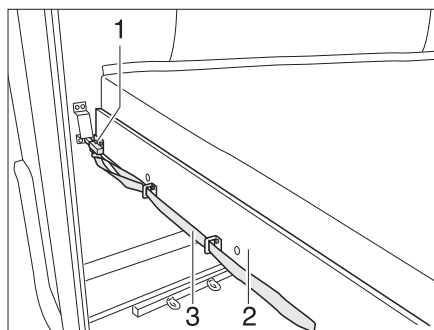

Fig. 112 Litera (parte trasera)
- Tirar del lazo (Fig. 112,3) y soltar el pestillo (Fig. 112,1).
- Tirar el somier (Fig. 112,2) junto con el colchón hacia delante hasta que engatille.